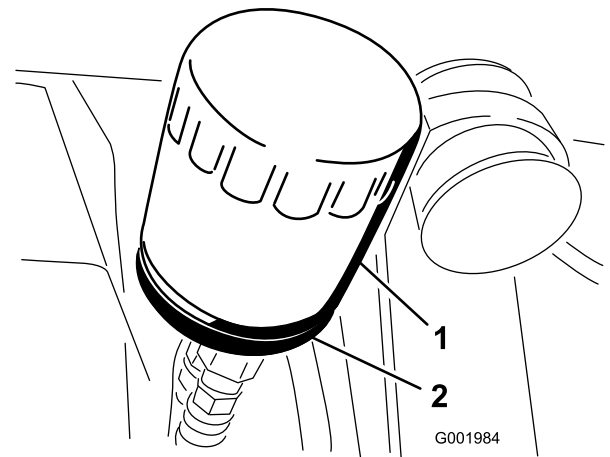

Figure 52
- Déposez le filtre à huile (Figure 52).
- Posez le filtre à huile de rechange sur l'adaptateur. Tournez le filtre dans le sens horaire jusqu'à ce que le joint touche l'adaptateur, puis donnez 1/2 tour supplémentaire (Figure 52).